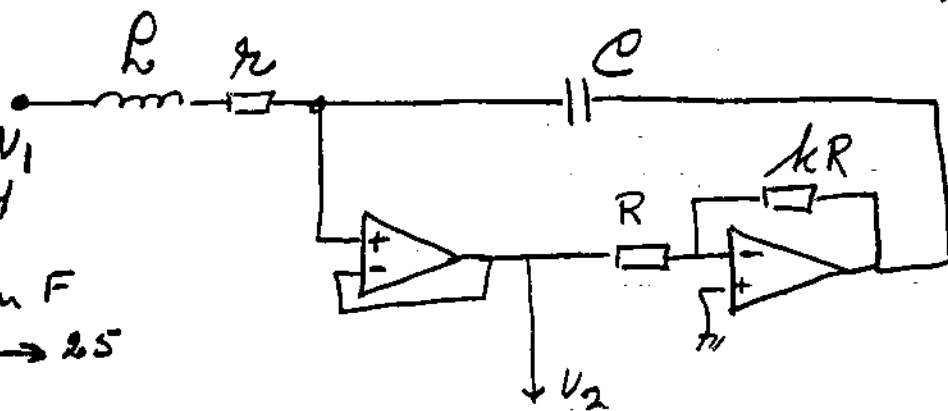

fig. 2
- b. Op het tijdstip  $t=0$  wordt de stroombron (elektrisch of thermisch) aangeschakeld op een waarde  $I_0$ . (zie fig. 2) Geef een formule voor het verloop van het signaal  $V_u$  als functie van de tijd. Zeker bij thermische systemen ( $V_u$  heeft dan de dimensie van temperatuur [K]) kan het bepalen van de eindwaarde erg lang duren. Er is een truc om deze waarde aan de hand van twee metingen min of meer nauwkeurig te bepalen: door een meting op  $t=t_1$  en  $t=t_2=2*t_1$  te doen en deze waarden in een geschikte formule in te voeren kan deze eindwaarde redelijk nauwkeurig worden bepaald. Leidt deze formule af.